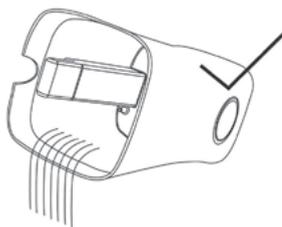

Рис. 3
- При выливании воды из резервуара делайте это так, чтобы вода не попадала на воздуховыпускное отверстие и не заливалась в него (рис. 3).